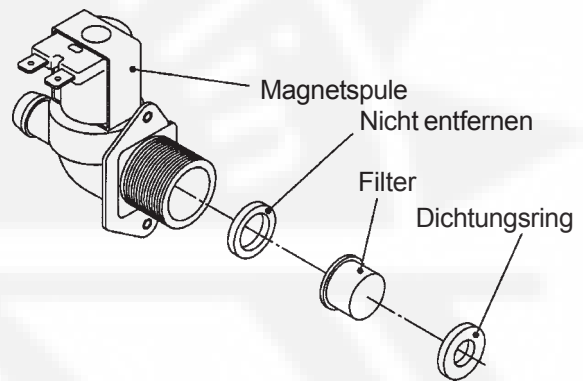

Abb. 11
- 30) Wasserreguliertventil durch Lösen der Verschraubungsmutter entfernen. Verlieren Sie die Dichtung nicht (siehe Abb. 11).
- 31) Den Siebfilter von der Einlassseite des Ventils entfernen (siehe Abb. 11).